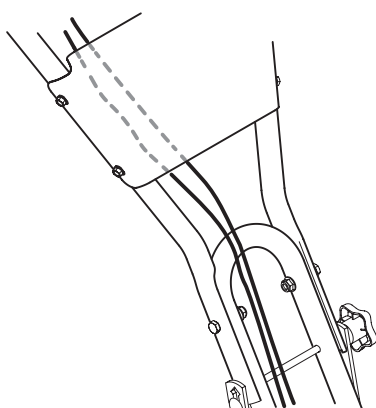

Figura 5
- Desenvuelva con cuidado los cables de la posición de transporte. Para conectar los cables de embrague, alimentar a los cables de la parte delantera del mango inferior derecha y detrás del panel del asa. Vea la Figura 5.